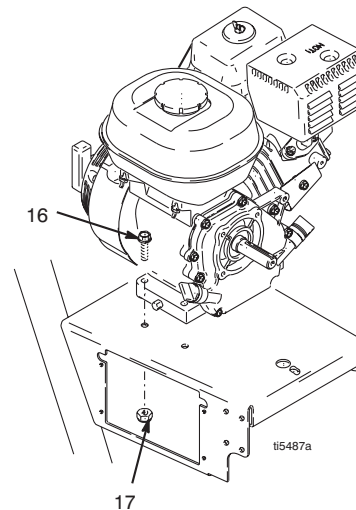

ABB. 13
3. ABB. 13. Die zwei Sicherungsmuttern (17) und Schrauben (16) aus dem Motorsockel entfernen.
2. ABB. 13. Zwei Schrauben (16) in den Motorsockel eindrehen und mit Sicherungsmuttern (17) sichern. Mit 22,6 Nm festziehen.
1. Abb. 13. Die zwei Schrauben (71) entfernen und den Deckel (130a) nach unten klappen.